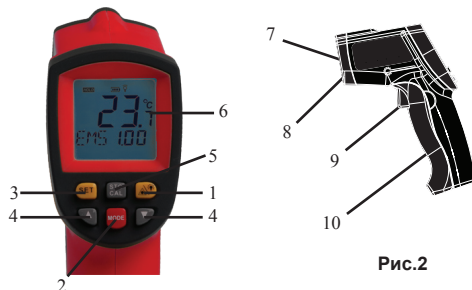

Рис.2
6.1. Устройство пирометра (Рис.2)